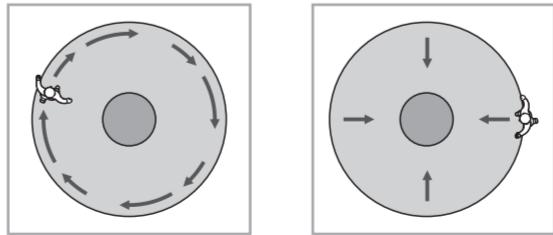

FIG.19
- Gå fra utsiden over eller mot området med deteksjonsdekning intill LED og forbruker slås på i 2 sek (Se FIG.19).